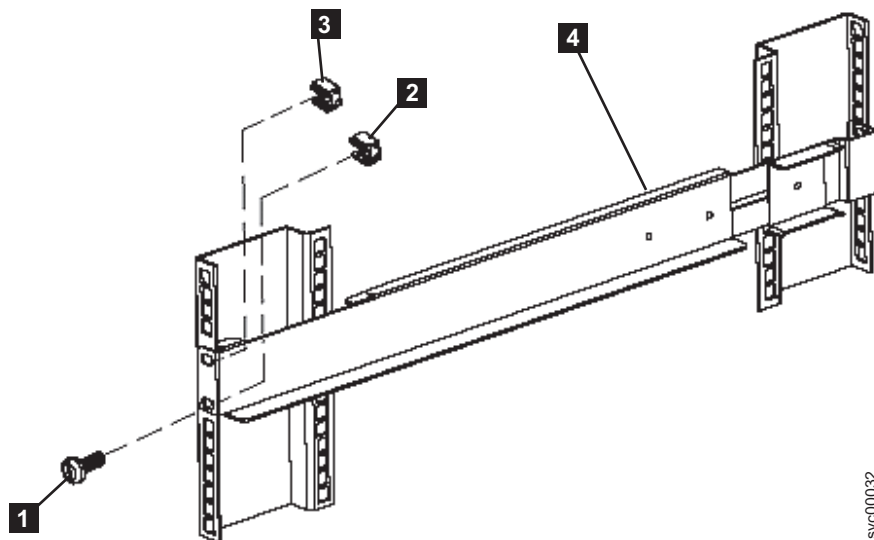

図 65. 2145-1U 無停電電源装置への前部レールの固定
8. 1 つの M6 × 10 ねじと 1 つのクリップ・ナット **1** (図 65) を使用して、レールの下部の穴のみをラックの前部に取り付けます。